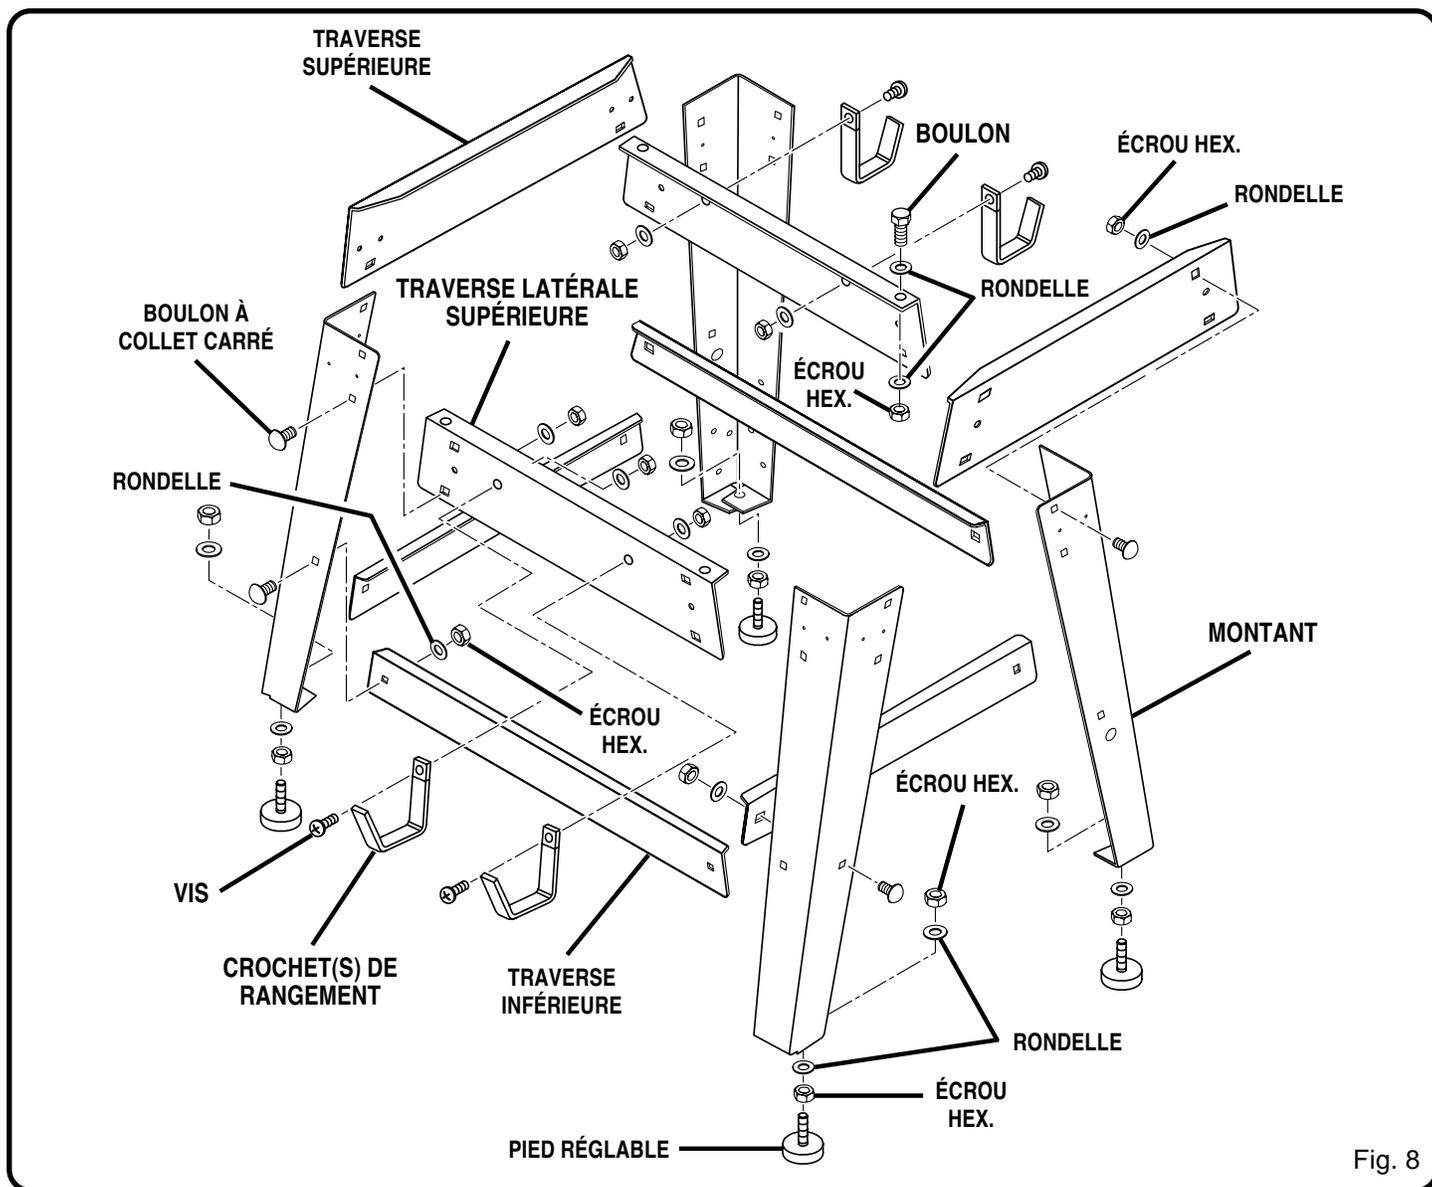

Fig. 8
Voir figures 8 et 9.
- Fixez les crochets de rangement aux traverses supérieures du montant comme l'illustrent les figures 8 et 9.